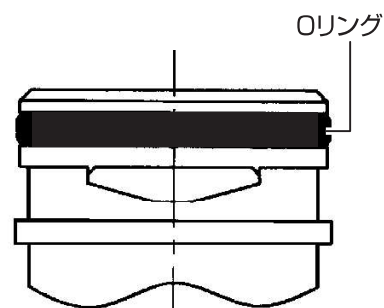

図 15 プレッシャデマンド弁
1. プレッシャデマンド弁のOリング部(図 15 参照)にゴミの付着や傷がないことを確認してください。ゴミが付着していた場合は、綿棒などの柔らかいものを使ってゴミを取り除いてください。傷がある場合は交換してください。